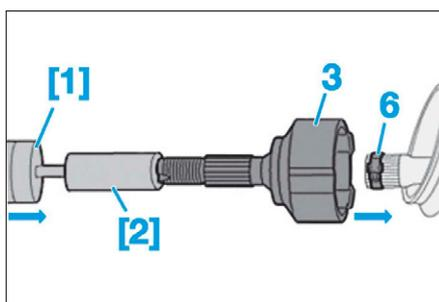

FIG. 11
- Reposer le bol (3) sur l'arbre de transmission à l'aide des outils [1] et [2] (Fig.11).
- Déposer le collier de serrage (6).